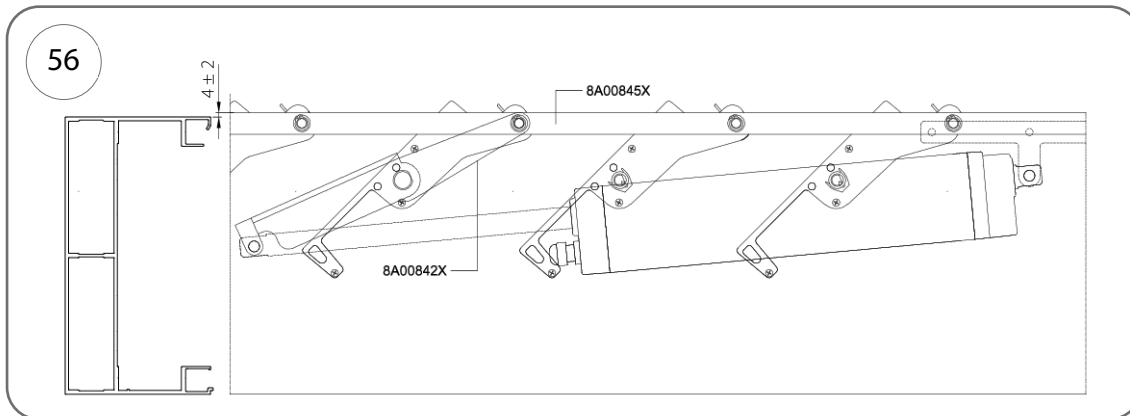

Рис. 56
2. Встановіть положення відкритого кінця відповідно до рис. 56.